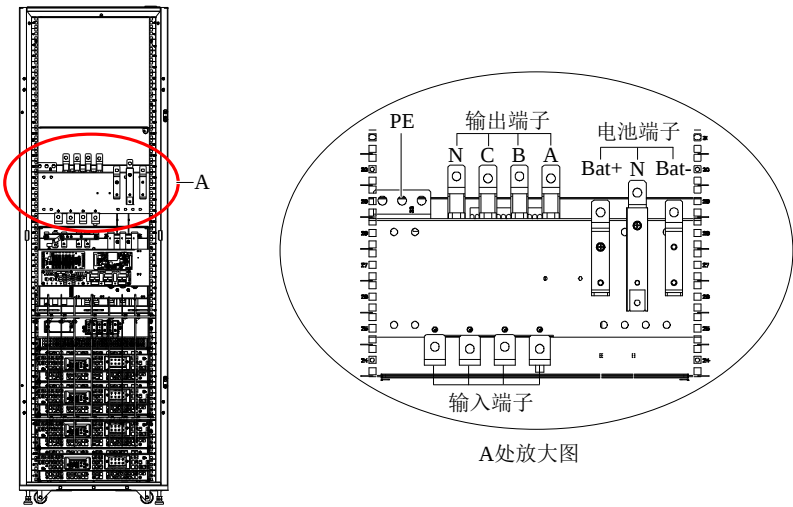
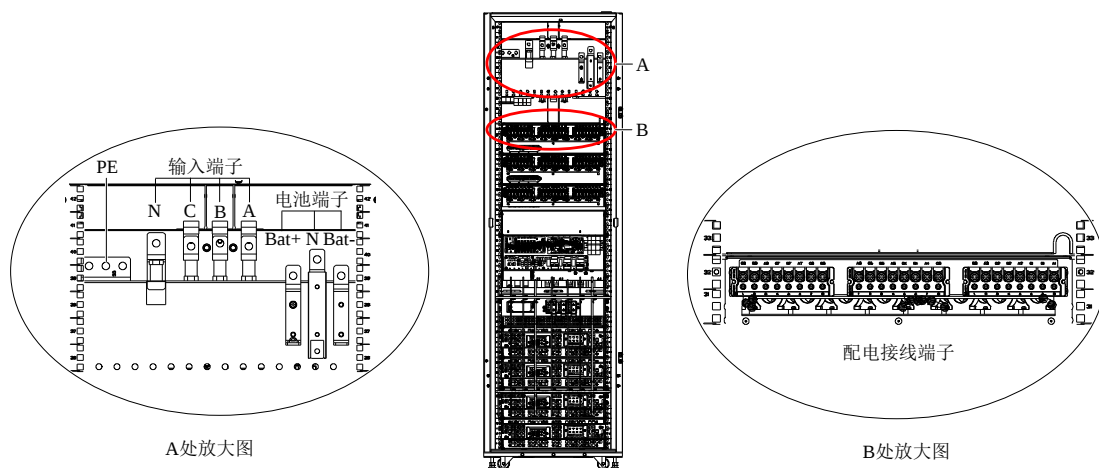
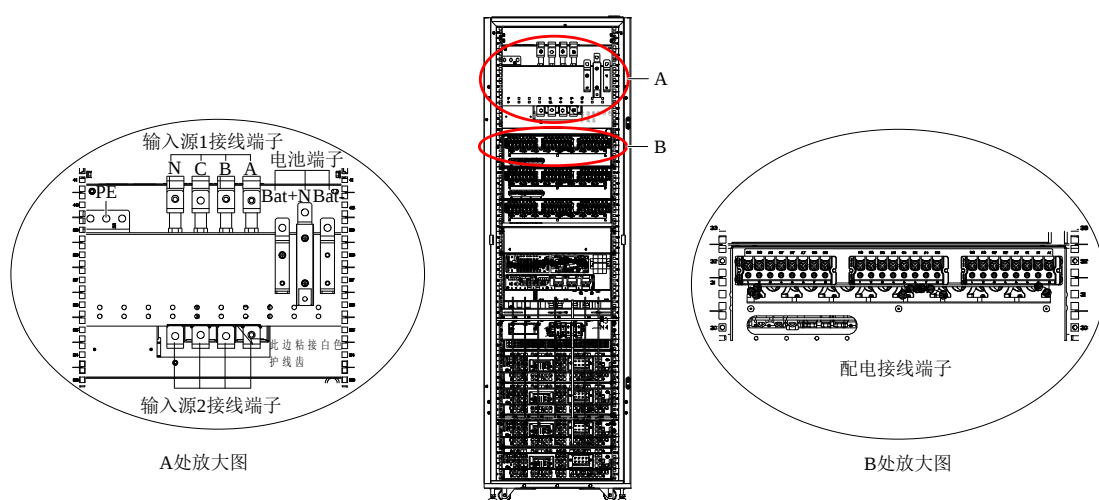
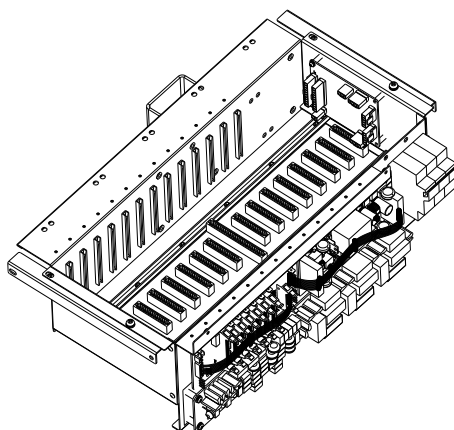

图3-2 不带配电的 UPS 机型接线端子（后视）
图3-3 包含配电的单输入源 UPS 机型接线端子（后视）
图3-4 包含配电的双输入源 UPS 机型接线端子（后视）
图3-5 包含配电的 SPM 控制盒（后视）
UPS 的输入端子、电池端子和接地端子见图 3-2、见图 3-3 和图 3-4。
2. 对于不含配电的 UPS 机型，打开机柜后门，可见如图 3-2 所示输入端子、电池端子和接地端子。对于包含配电的 UPS 机型，打开后门接线端子分别如图 3-3、3-4 所示。
- 1) 对于不含配电的 UPS，按图 3-2 所示将输出线缆连接在输出端子（A-B-C-N）与各路负载之间。注意确保相序正确。
- 2) 对于包含配电的 UPS，按如图 3-3、3-4 所示将配电电缆连接在配电模块配电端子与负载之间。配电端子相序按配电端子下方标记连接（接线时均匀分布 A、B、C 三相负载），三个配电盒只有最上方是接在 ATS 或单输入源开关的输出（UPS 输入），另外两个均接在 UPS 输出。SPM 控制盒如图 3-5 所示，从左到右依次分别是采集板 1-8、采集控制板、采集板 9-12。